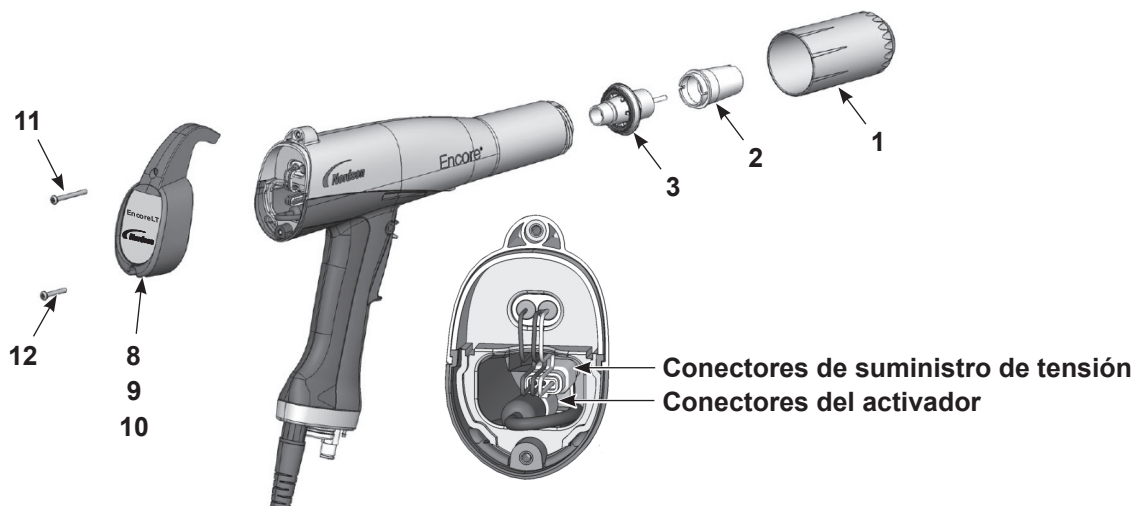
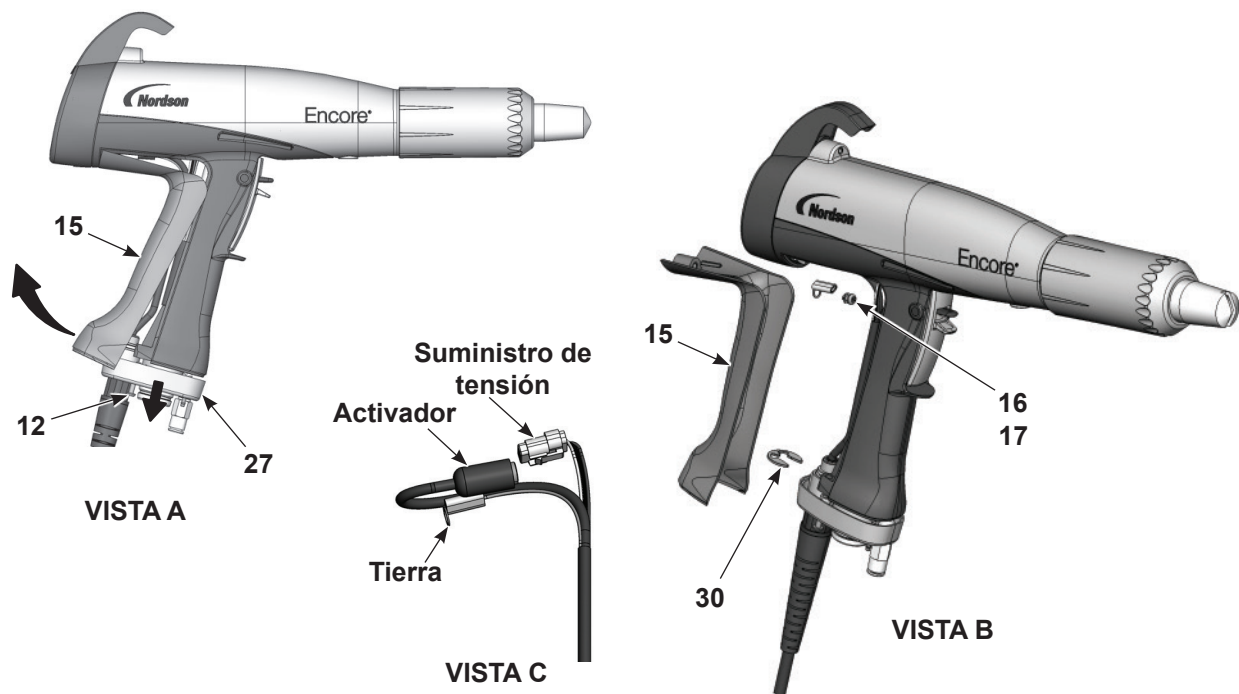

Figura 6-1 Desmontaje de la pistola
Figura 6-6 Sustitución de cables
1. Ver la Figura 6-1. Retirar la tuerca de la boquilla, la boquilla, y el conjunto de electrodo (1, 2, 3).
4. Ver la Figura 6-1. Instalar la cubierta, la carcasa y el gancho, tal y como se muestra.
5. Instalar el conjunto de electrodo (3) en la parte frontal del cuerpo de la pistola. Asegurarse de que el electrodo del cable no esté doblado ni roto.
6. Instalar la boquilla (2) en el conjunto de electrodo, asegurando que las llaves se deslizan en el conjunto del electrodo en las ranuras de la boquilla.
7. Instalar la tuerca de la boquilla (1) en la boquilla y girarla en sentido horario para fijarla.
2. Ver la Figura 6-1. Extraer el tornillo inferior (12) de la carcasa (9).
3. Ver la Figura 6-6, vista A. Soltar los dos tornillos M3 x 20 (12) fijando la base de la empuñadura (27) a la empuñadura.
4. Sacar la base de la empuñadura lo suficiente como para liberar el lateral inferior del acolchado (15) de la base.
6. Ver la Figura 6-6, vista B. Extraer el tornillo M3 x 8, la arandela de bloqueo (16, 17) y el terminal de tierra del acolchado.
7. Extraer el anillo de retención (30) desde el cable.
8. Ver la Figura 6-6, vista C. Sacar los conectores de cables de la empuñadura. Desconectar el cable del suministro de tensión desde el cable de la pistola insertando un destornillador plano en la ranura del conector del cableado de suministro de potencia para expulsar el soporte.
1. Ver la Figura 6-6. Introducir un cable nuevo a través de la base de la empuñadura, posteriormente instalar la arandela en E (30) en el cable para mantenerlo en su sitio.
3. Conectar el terminal del cable al acolchado (15) con el tornillo M3 x 6 y la arandela de bloqueo (16, 17).
6. Empujar la base de la empuñadura (27) contra la empuñadura y el acolchado, después apretar bien los dos tornillos M3 x 20 (12) en la base.
7. Ver la Figura 6-1. Instalar el tornillo inferior M3 x 20 (12) en la carcasa (9) y apretarlo de forma fija.
1. Ver la Figura 6-6. Extraer el acolchado tal y como se describe en Extracción de cables pasos 1-5. No hay que desconectar el cable de tierra del acolchado.